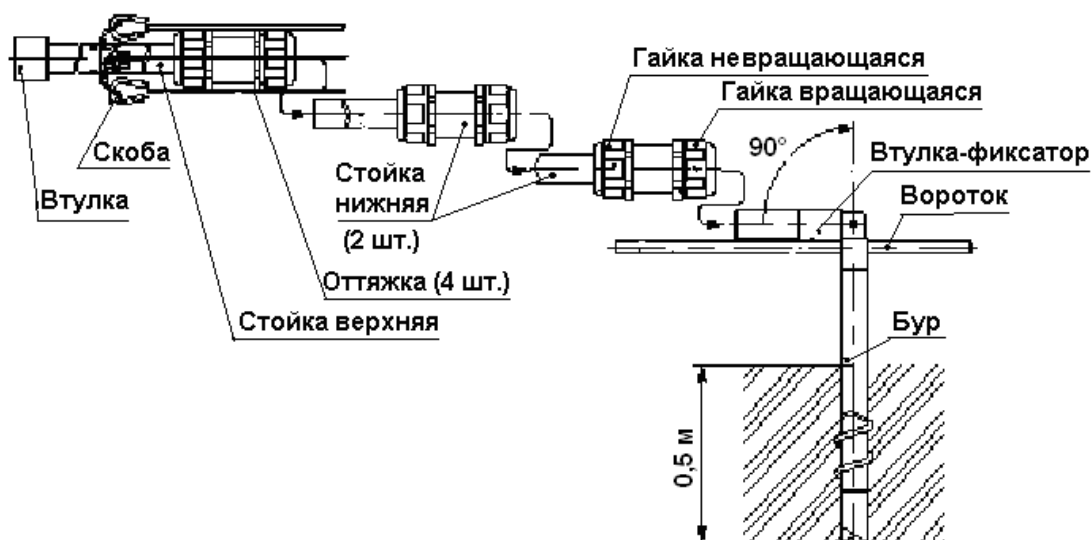

Рисунок 3.3 – Установка бура и сборка мачты
- распаковать сумку и вкрутить бур (рисунок 3.3) с помощью воротка. При мерзлом или плотном грунте необходимо с помощью шлямбура и молотка пробить предварительное отверстие глубиной не менее 250 мм;